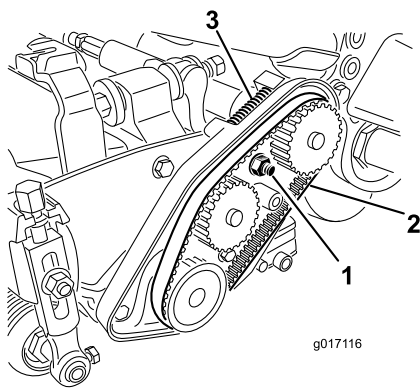

Figura 48
- A. Allentate il dado di montaggio dell'alloggiamento dei cuscinetti (Figura 48).
- C. Pulite eventuali detriti dall'interno del vano della cinghia e attorno alla molla di compressione (Figura 48).